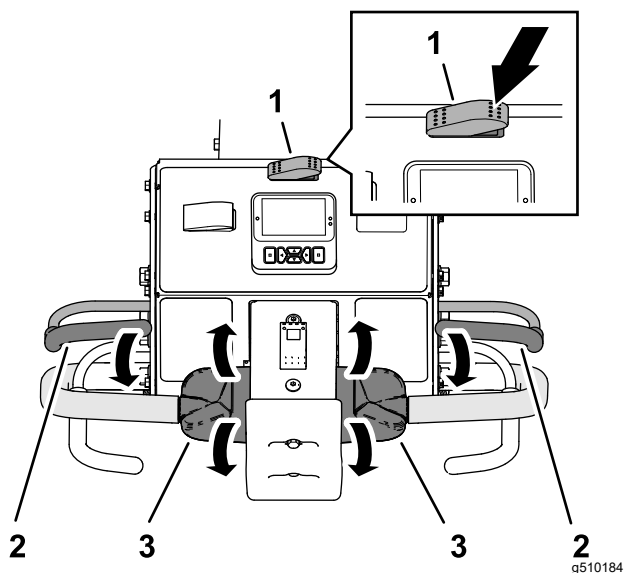

Figura 80
3. Coloque o lado direito do interruptor de transporte/arejamento na posição AERATE (Figura 80).
5. Agarre a barra de ligação do lado esquerdo ou direito e a pega de presença do operador (Figura 80), e aperte a pega da barra.